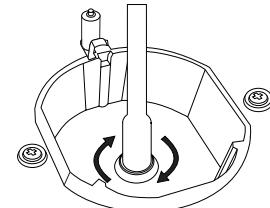

Abbildung 6
4. Demontieren Sie die Einspritzdüse, indem Sie sie nach rechts drehen, und tauschen Sie sie gegen einen neuen, siehe Abbildung 6.